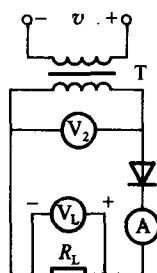

图 1-9
(2) 图 1-9 所示整流电路，若直流电压表 V_L 读数是 110 V，负载电阻 $R_L = 80 \Omega$ ，问：①直流电流表 A 的读数为多少？②交流电压表 V_2 的读数是多少？